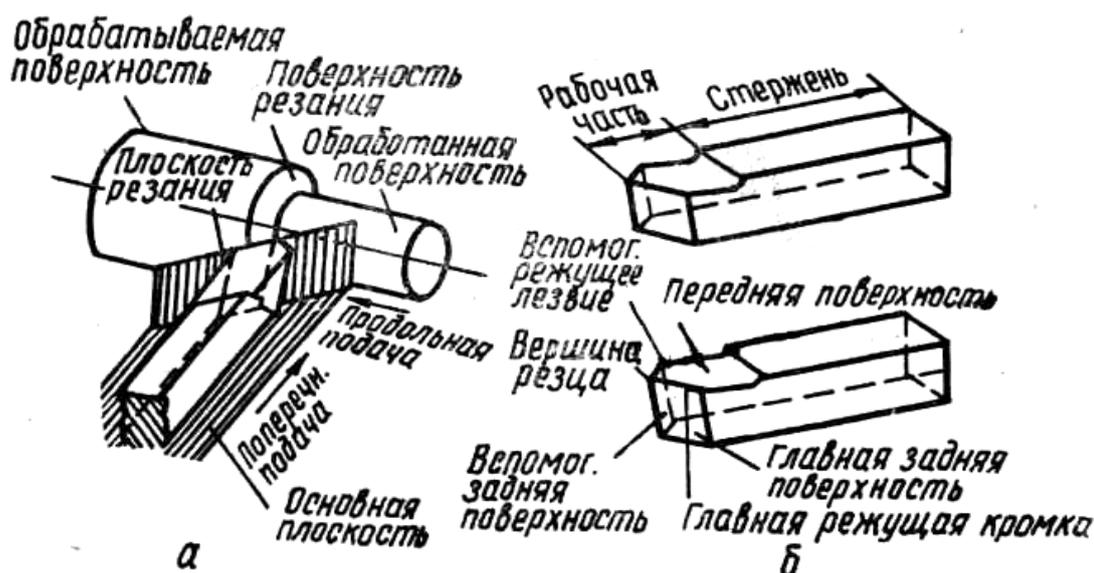

Рис. 4. Конструктивные и режущие элементы резца
Резец состоит из двух основных частей (рис. 4, б): головки (рабочей части) и тела или стержня. Головка является рабочей частью резца. Стержень служит для закрепления резца в резцедержателе. Рабочую часть резца выполняют из инструментальных сталей, металлокерамических твердых сплавов, минералокерамики, эльбора или алмаза.
рой сходит стружка. На передней поверхности срезанный слой деформируется и формируется в стружку. **Главная задняя** - это поверхность, обращенная к поверхности резания заготовки (рис. 4, а и б).
**Вспомогательная задняя** - это поверхность, обращенная к обработанной поверхности заготовки (рис. 4, б).
Координатные плоскости для определения углов резца представлены на (рис. 4, а). Для определения углов резца устанавливаются исходные плоскости: основная плоскость, плоскость резания, главная секущая плоскость и вспомогательная секущая плоскость.